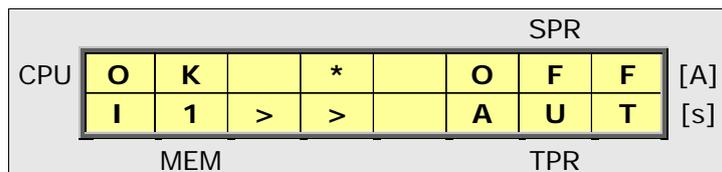

Fig.6 - Scatto in corso per soglia I>> sulla Fase 1
In modalità AUTOMATICA il dispositivo segnala lo scatto per superamento di una delle soglie [SPR] e del relativo tempo d'intervento [TPR], riportando a display un asterisco (\*) e la soglia che ha determinato lo scatto. La Fig.6 mostra un esempio. Prima dello scatto, l'avviamento viene segnalato col carattere (a). Se è attiva la logica di coordinamento ed è presente l'ingresso (LC), il display indica un carattere (c). Se si verifica un avviamento, in presenza dell'ingresso (LC), il dispositivo produrrà uno scatto solo dopo il tempo massimo e, nell'attesa, il display indicherà la lettera (r). Oltre alle soglie di scatto, il dispositivo segnala a display anche le anomalie su bobina a lancio di corrente con (TCS) e le eventuali incongruenze di stato sull'interruttore con (52ER).